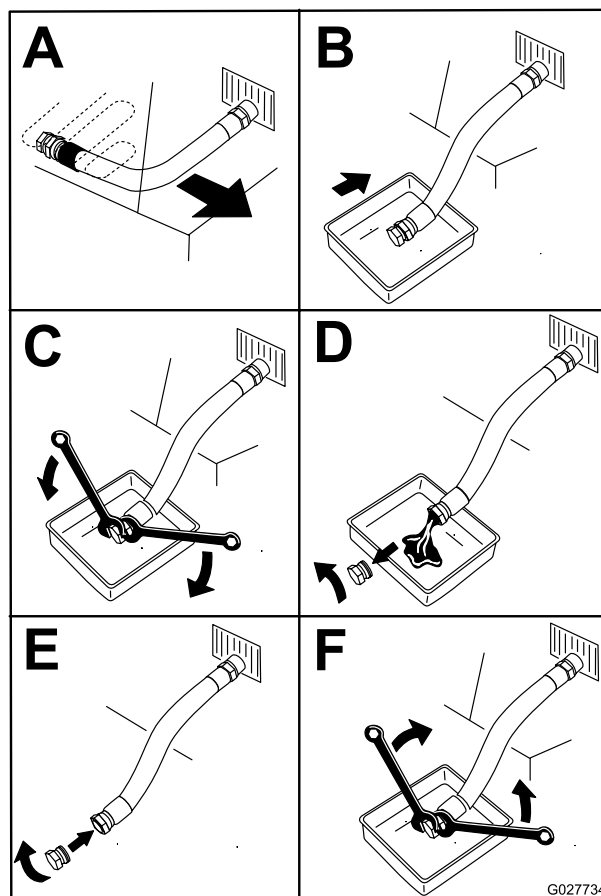

Figura 59
5. Purgue o óleo do motor (Figura 59).